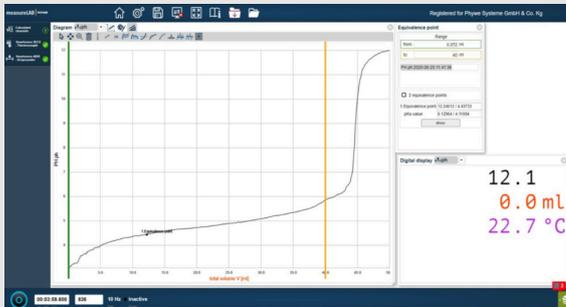

Рис. 5: Точка эквивалентности и pK_a
- Чтобы отобразить точку эквивалентности и значение pK_a , используйте  (рис. 5).